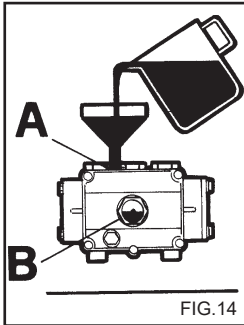

FIG.14
**4** - Enroscar el tapón de desagüe e introducir el aceite por el orificio superior (fig. 14) hasta el nivel marcado en el indicador (fig. 14B).